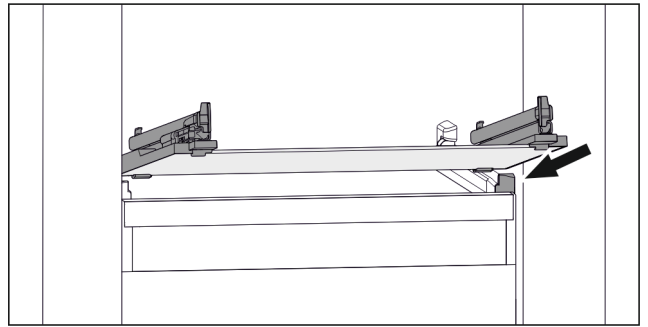

Fig. 138 Exemple de représentation de la tablette en verre
- ▶ Placer la tablette en verre, en l'inclinant, derrière les butées. (voir Fig. 138)